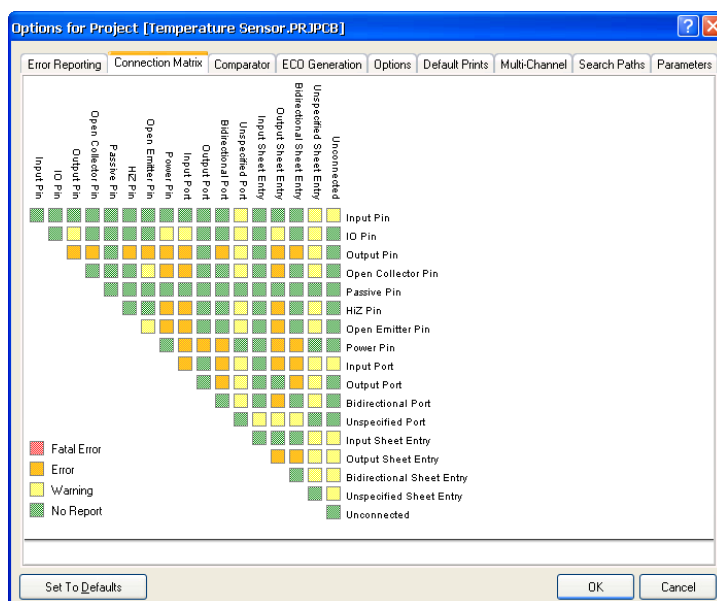

图 68 ERC 规则矩阵表
- 项目选项对话框中的 **Connection Matrix** 表如图 68 所示。该矩阵提供了一个从元件引脚和网络标识之间建立规则连通性的机制。它定义了所报告警告或是错误的逻辑和电气条件。